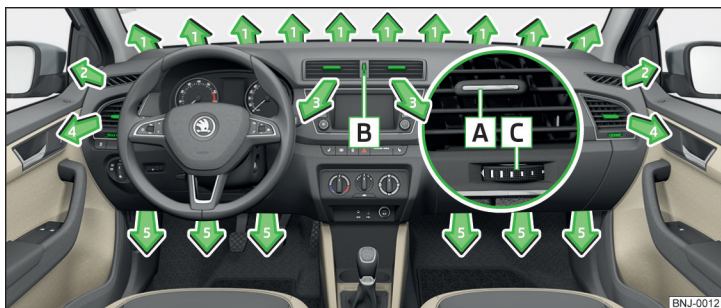

Fig. 119 Fantele de ventilație
La fantele de ventilație 3 și 4 » fig. 119 se poate modifica direcția curentului de aer, iar duzele se pot deschide și închide și individual.
- Pentru a modifica pe înălțime direcția curentului de aer, deplasați lamele orizontale cu ajutorul elementului de reglare deplasabil **A** » fig. 119 în sus sau în jos.
- Rotiți regulatorul **B** în sus » fig. 119.
- Rotiți regulatorul **B** în jos » fig. 119.
Setarea direcției fantei de ventilație	Fante de ventilație active » fig. 119